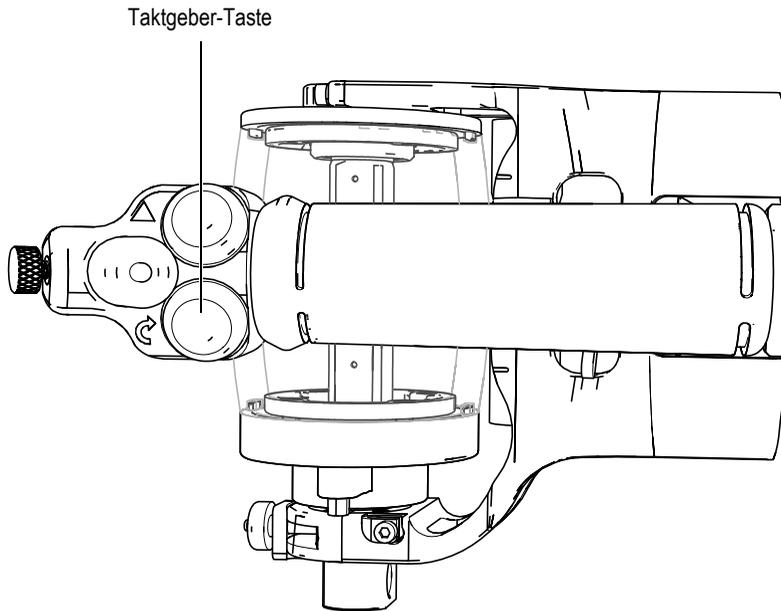

Abbildung 5-7 Taktgeber-Taste
13. Drücken Sie die Taktgebertaste auf dem Griff des RollerFORM (Abbildung 5-7 auf Seite 76).